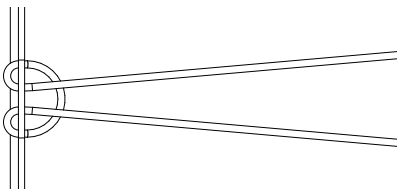

Figura 5.2 - Enrollado de latanza de corte
5. Cuando esté completo, el cabezal de recorte debe ser similar a la figura 5.2.